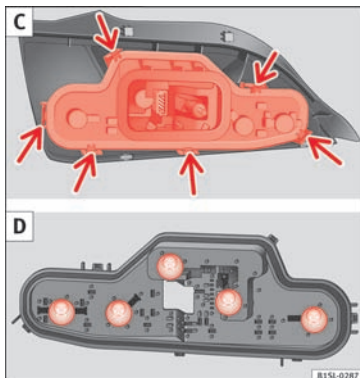

Fig. 150 Baglygte: C: Afmontering af pæreholder. D: Afmontering af pærer
8. Løsn pæreholderen ved låsetapperne (pile) » Fig. 150 C, og tag pæreholderen ud af baglygten.
9. Udskift den defekte pære med en ny pære af samme type » Fig. 150 D.
10. Sæt pæreholderen ind i baglygten. Du skal kunne høre, at låsetapperne (pile) » Fig. 150 C går i hak.